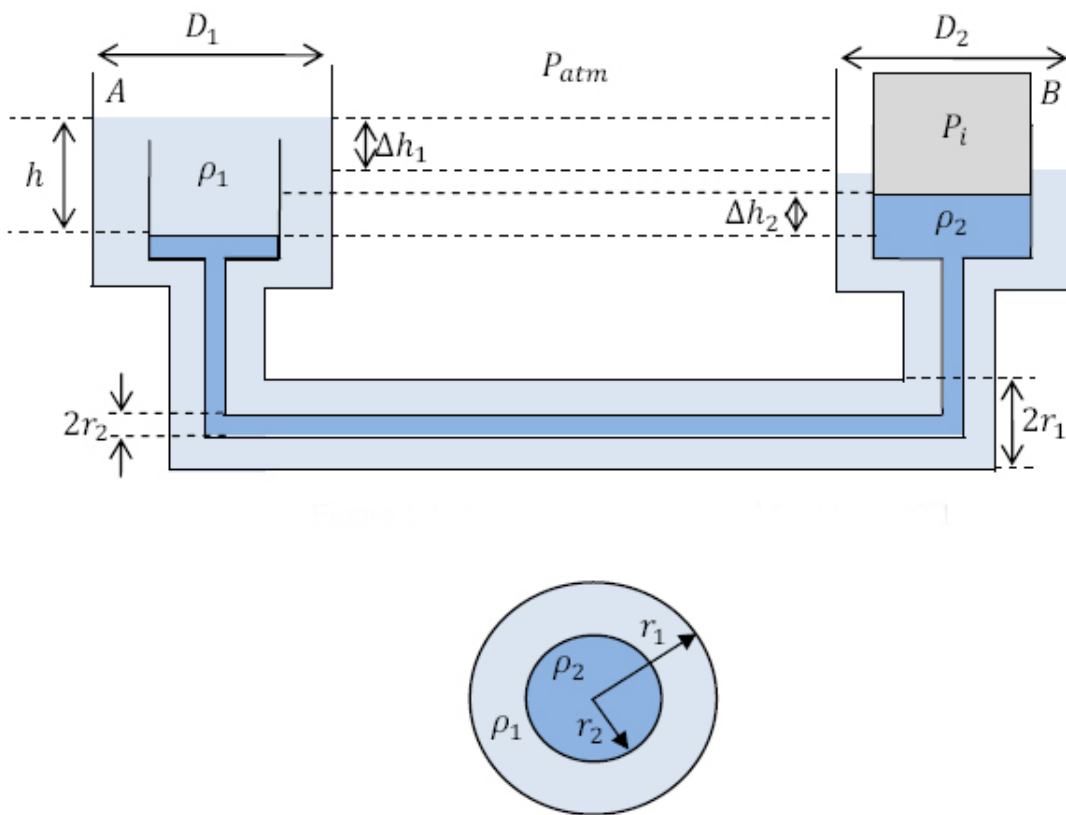

Figura 2: Sistema a estudiar y vista transversal ductos concéntricos.
A usted, como experto metalúrgico, se le pide analizar el comportamiento cinemático de una mata (1) y una escoria (2) líquidas a través de ductos que conectan distintos hornos. Para ello, dispone en laboratorio de un sistema como se muestra en la figura 2, el cual, posee ambos fluidos Newtonianos incompresibles, con densidades ρ_1 y ρ_2 y viscosidades dinámicas μ_1 y μ_2 , respectivamente. Ambos fluidos son inmiscibles, por lo tanto, no existe contacto entre ellos. La estructura está formada por dos torres, A y B , donde la torre A se encuentra abierta a la atmósfera y la otra cerrada cuyo interior contiene un gas a presión P_i generado por la misma escoria. Las torres se encuentran unidas por dos ductos concéntricos de sección circular, de radios r_1 y r_2 , respectivamente (ver Figura 2).
Considere que ambas torres son lo suficientemente grandes ($D_1 \gg 2r_1$ y $D_2 \gg 2r_2$), y que el tramo de los ductos horizontales es lo suficientemente largo como para despreciar efectos de borde en su entrada y salida. Se desea estudiar el flujo dentro de los ductos para la situación mostrada en la Figura 2. En base a los antecedentes entregados, se le pide: